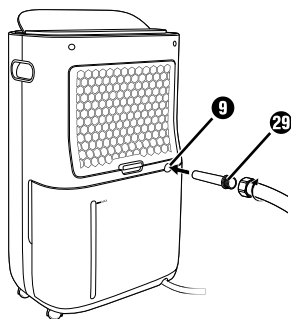

Fig. 4
- ◆ Skru nu en haveslange på EU-haveslangeadapteren 29 ved anvendelse af EU-haveslangeadapteren 29 (se fig. 4).